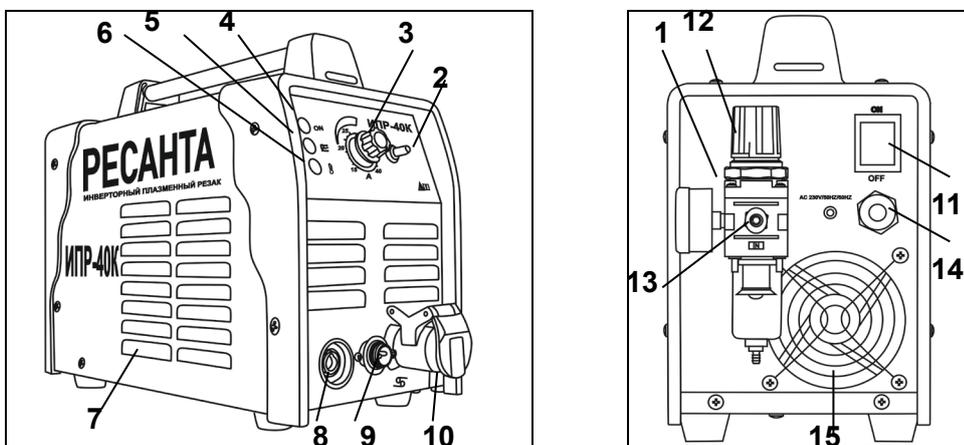

Рис.2. Общий вид ИПР-40К
6. Выставьте необходимые параметры резки (см. рис.2). Давление сжатого воздуха должно быть постоянным и не должно быть ниже 0,4 МПа. При работе на низком давлении сжатого воздуха срок службы плазменной горелки сокращается.